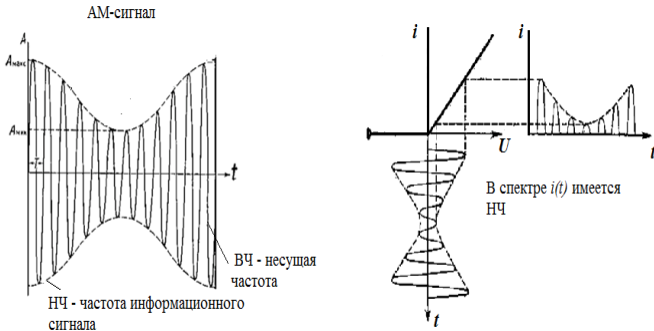

Рис.1.16
- б) Детекторный диод выделяет из АМ-сигналов сигнал более низкой частоты (рис.1.16).